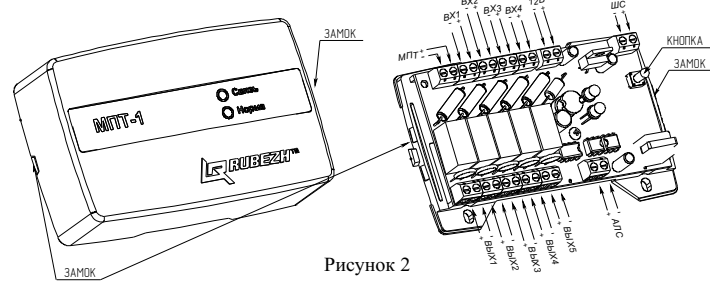

Рисунок 2
При неисправности и нажатой кнопке (см. рисунок 2) индикатор НОРМА мигает раз в полсекунды.
4.8 На плате модуля имеется кнопка (см. рисунок 2). Кнопка предназначена для определения адреса устройства в АЛС и задания нового адреса (см. 6.2).
б) при установке на стену (см. рисунок 2):
Чтобы получить адрес МПТ-1 надо зайти в пункт «Адресация устройства» и нажать кнопку на МПТ-1 (см. рисунок 2).